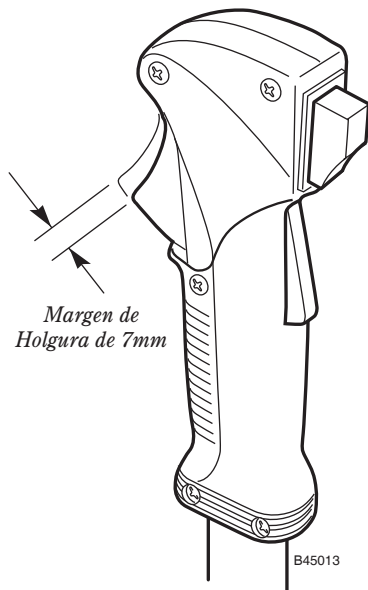

Figura 12
2. Verifique el espacio libre de la palanca del control del acelerador. El espacio libre o holgura adecuada debe ser de aproximadamente 7 mm (0,275" pulgadas) en la posición de marcha mínima. Consulte la figura 12. De ser necesario, la holgura se puede ajustar según se indica a continuación. (consulte la figura 13);